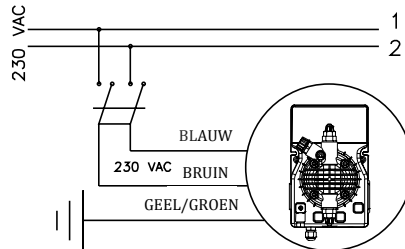

Fig. 4
1. **Verwijder de pinnen van de hoofdspinning of gebruik een tweepolige schakelaar met een minimale afstand van 3 mm tussen de contacten.(fig.4)**
- b. - Bestudeer nauwgezet de voorschriften voor elektrische installaties zoals ze gelden in het land van plaatsing van de pomp. (fig.4) **Wanneer de pomp is aangesloten zonder stekker, dient deze van een tweepolige hoofdschakelaar te worden voorzien, met een minimaal contact afstand van 3 mm. Alvorens aan het elektrische deel van de pomp te werken, dient de hoofdschakelaar uitgeschakeld te zijn.**